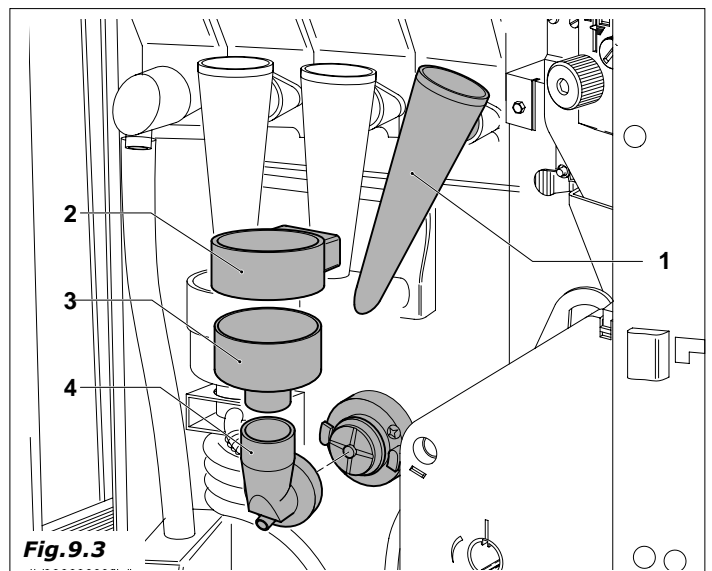

Fig.9.3
- embudos y cierre magnético de contenedores de producto (Fig.9.3-pos.1)
- salida de agua, (2), batidoras (3) y aspas de las batidoras (4)